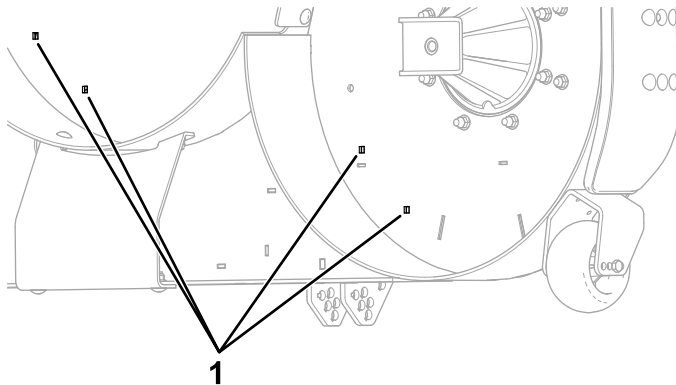

Figura 5
1. Retire as 4 velas da plataforma do cortador (Figura 5).